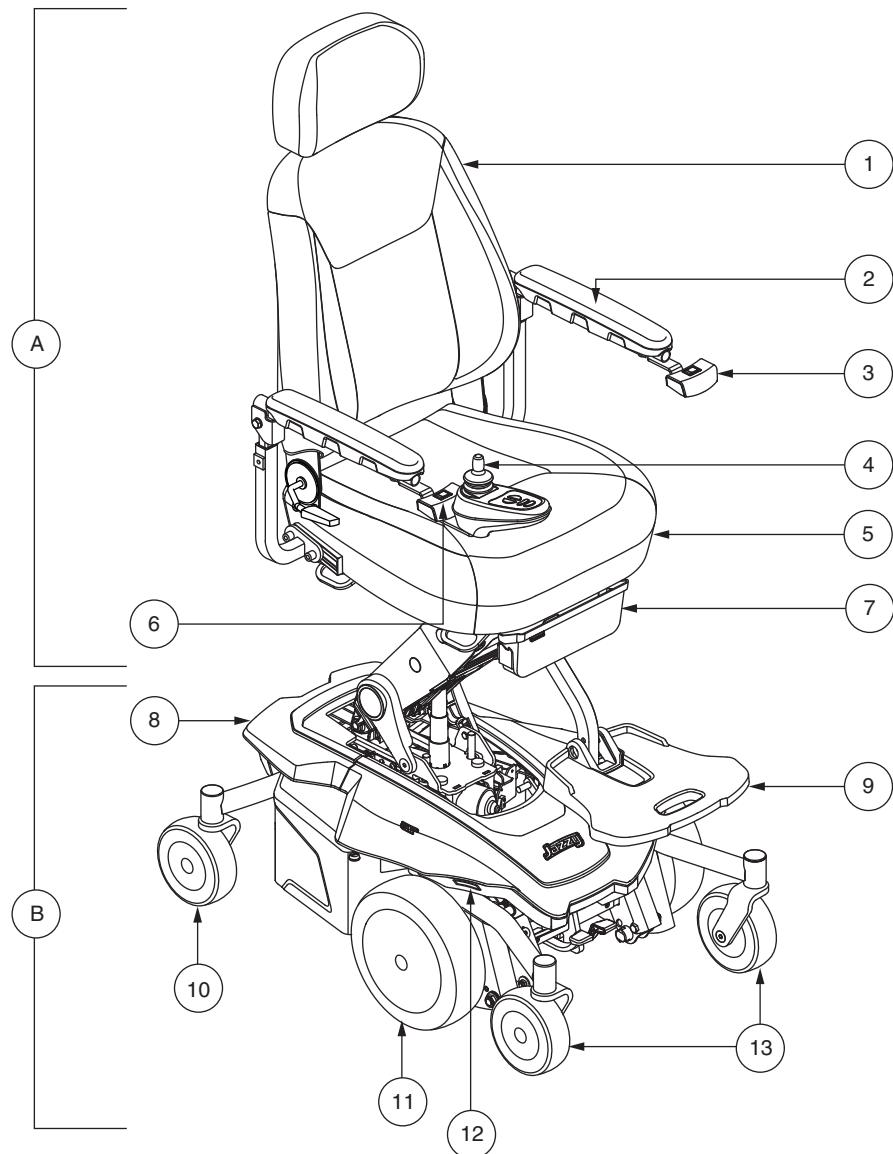

Bild 1. Der Jazzy Air® 2 Elektrorollstuhl
Ihr Elektrorollstuhl hat zwei Hauptbaueinheiten: Die Sitzbaueinheit (A) und die Netzteilbaueinheit (B). Siehe Bild 1. Üblicherweise beinhaltet die Sitzbaueinheit die Armlehnen, die Rückenlehne und die Sitzbasis. Die Netzteilbaueinheit beinhaltet zwei Baugruppen für Motor/Bremsen, zwei Antriebsräder, vier Laufräder, zwei Batterien und Kabelbäume. Siehe Bilder 1, 2 und 3.
Ihr Elektrorollstuhl ist mit Markierungsleuchten ausgestattet. Die Leuchten bestehen aus weißen LEDs an der Vorderseite und roten LEDs an der Hinterseite. Sie sind an der Verkleidung der Antriebsbasis montiert. Siehe Bild 1.